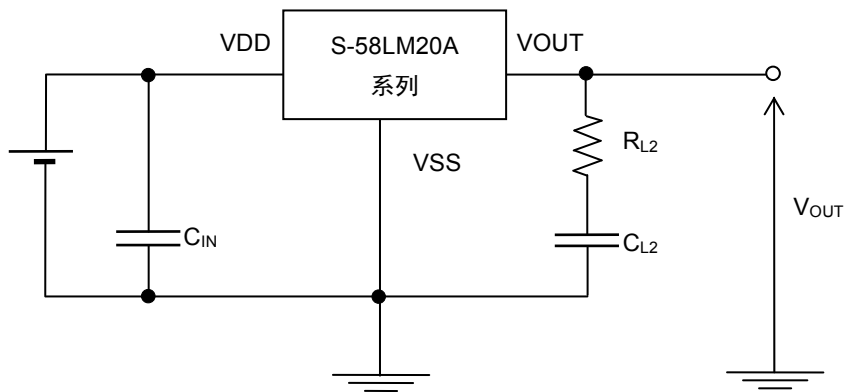

图 12
- 如图12, 13所示,在噪音环境下,此IC有时需要在输出端子到GND之间添加串联电阻与电容。在表7的组合中,此IC的热时间常数比RC构成的时间常数慢很多,因此对此IC的响应时间完全没有影响。